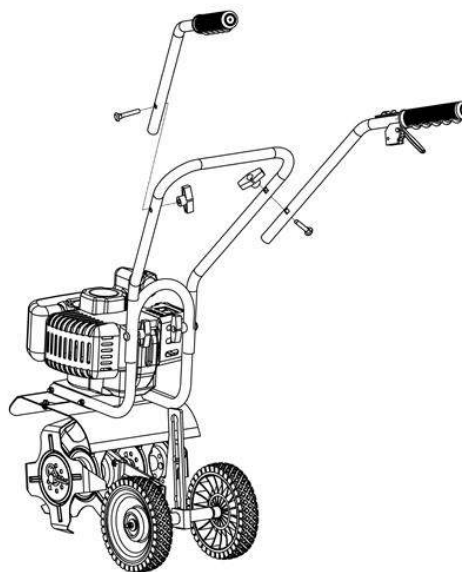

Рис. 2
- Совместите отверстия левой и правой части верхней рукоятки с центральной частью как показано на рис. 2, после чего закрепите их с помощью гаек и болтов.